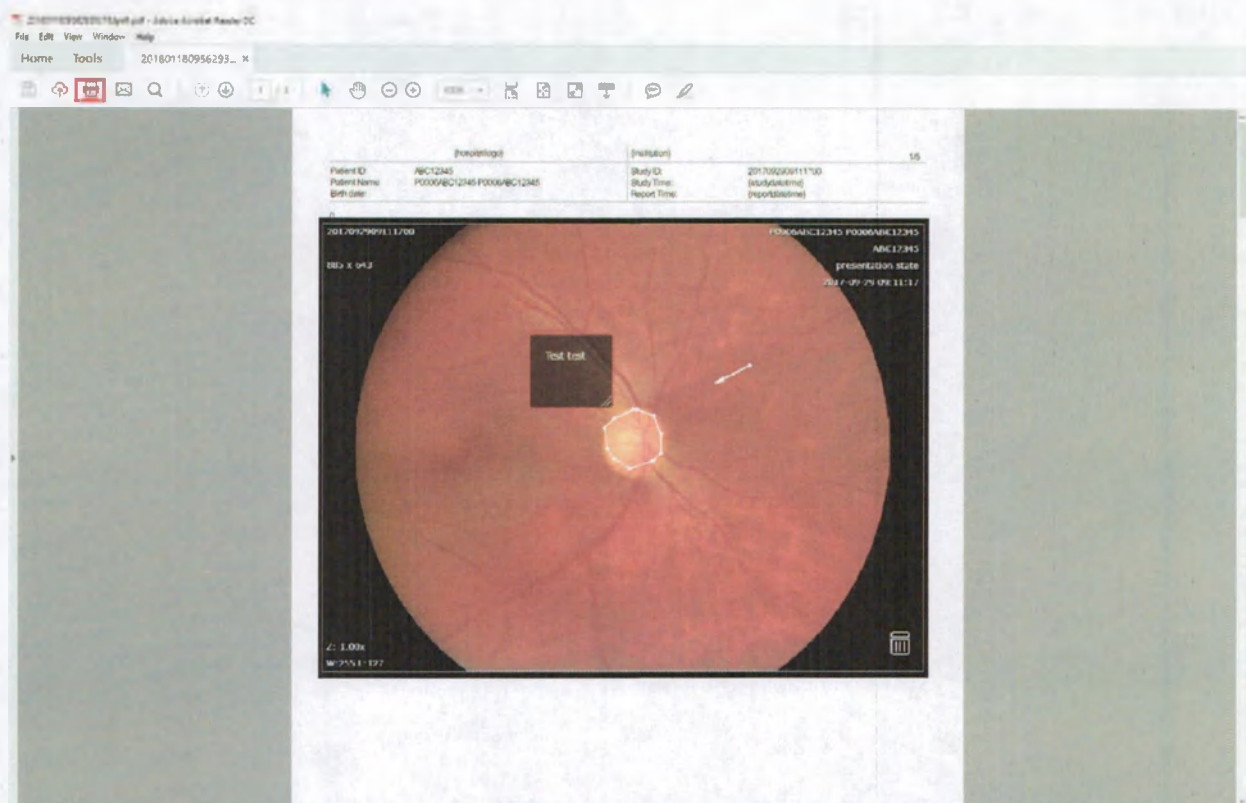

Рисунок 70. Печать текущего PDF-файла.
- Нажмите кнопку «Печатать» (отмечена красным цветом см. рис. 70), чтобы распечатать текущий PDF-файл.